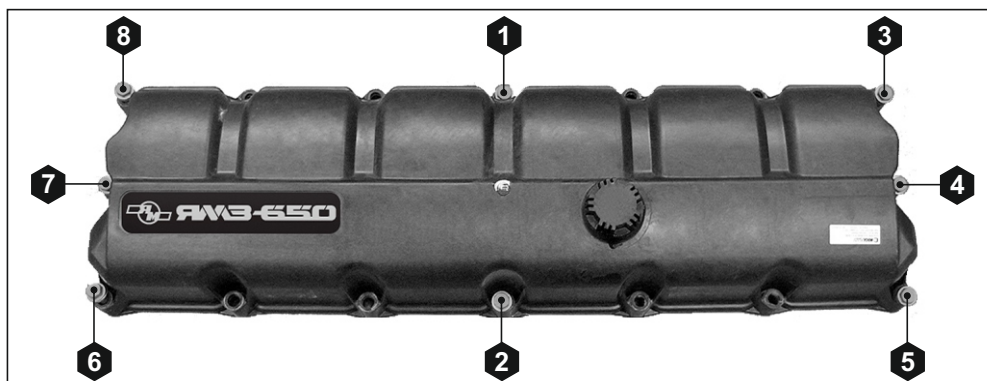

Рис. 131. Порядок затяжки болтов крепления крышки головки блока цилиндров.
2. Установить в отверстия крышки головки блока цилиндров 16 болтов, затянуть 8 болтов (см. **Рис. 131**) моментом  $M_{кр} = 2 \text{ Нм}$  в указанном порядке.